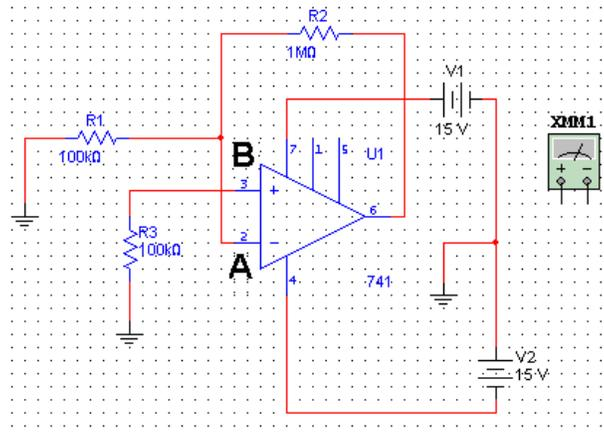

Figura 3.- Esquemático para medir las corrientes de vías del op-amp.
5. Armar el diagrama mostrado en la figura 3.
6. Alimentar el circuito de la figura 3 y medir el voltaje A.
7. Alimentar el circuito de la figura 3 y medir el voltaje B.